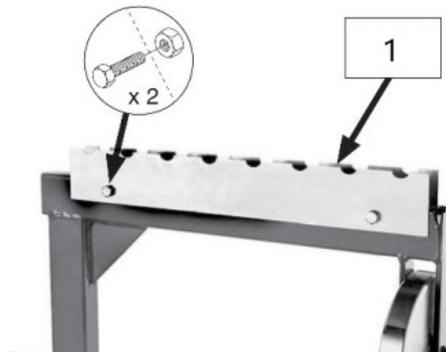

Fig. 9 – Logement de cylindre monté
6. Fixez le logement de cylindre inférieur en haut du cadre avec 2× vis hexagonales (¼" – 20 × ¼") et 2× écrous hexagonaux (¼" – 20 ; voir fig. 9).